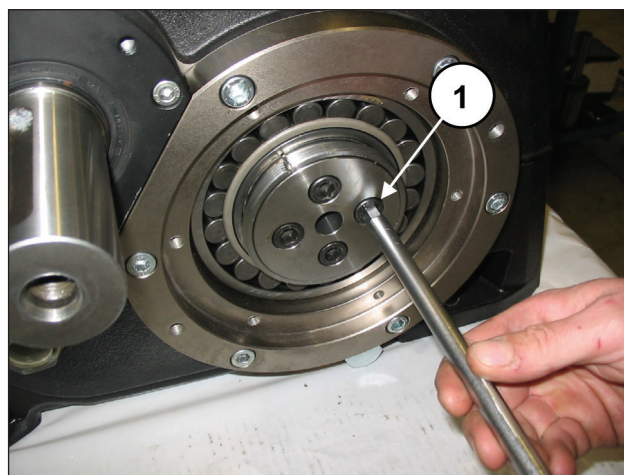

图 89
将衬套锁定法兰拧紧到曲轴，可通过 4+4个M12x25螺栓 (①，图 89)。